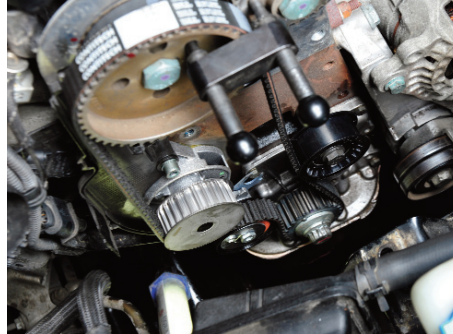

Abb.7
4. Zahnriemen in der Reihenfolge Wasserpumpe, Spannrolle, Kurbelwellenrad, Umlenkrolle und Einlassnockenwellenrad auflegen (Abb. 7).